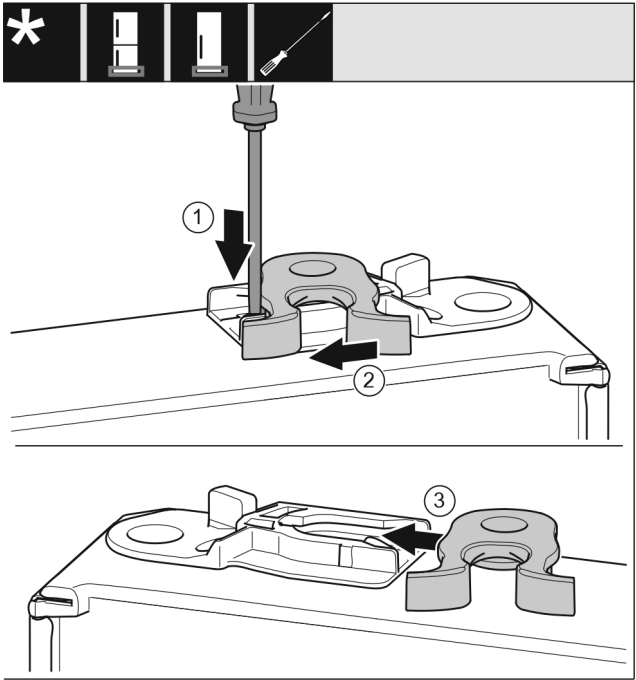

Fig. 13
- 用带槽螺丝刀向下按住接片。 Fig. 13 (1)
- 将锁钩从导向装置拉出。 Fig. 13 (2)
- 将另一侧的锁钩推入导向装置。 Fig. 13 (3)